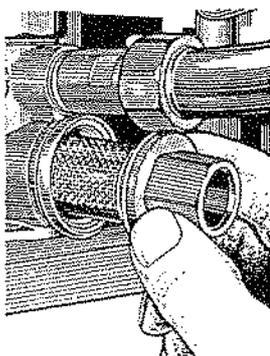

Fig. 4
- sortez la tête de robinet avec le filtre (fig. 4) sans toucher au robinet (20).